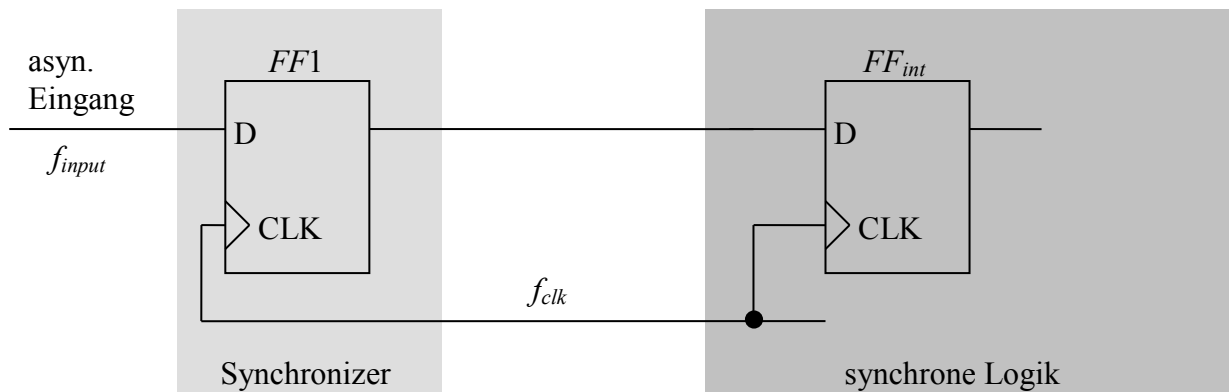
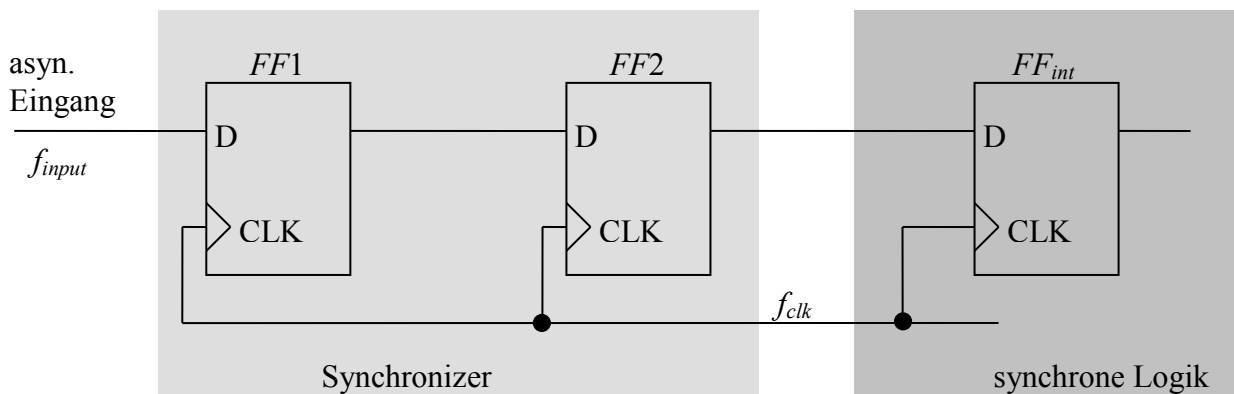

Abbildung 2.1
Abbildung 2.2
Gegeben ist der in Abbildung 2.1 dargestellte Synchronizer mit 500MHz Takt ( $f_{clk}$ ). Ein asynchrones Eingangssignal ( $f_{input}$ ) mit 93MHz liegt am Eingang von Flip-Flop  $FF1$ . Der Ausgang von  $FF1$  geht direkt an den Eingang von Flip-Flop  $FF2$ . Laut Datenblatt haben die beiden Flip-Flops folgende Parameter:
Zur Erhöhung der MTBU soll der Synchronizer zweistufig gemacht werden, indem ein weiteres Flip-Flop,  $FF2$ , mit identischen Eigenschaften zwischen den Ausgang von  $FF1$  und den Eingang von  $FF_{int}$  geschaltet wird. Damit ergibt sich die in Abbildung 2.2 dargestellte Schaltung.
- (c) Ihr Chef möchte, dass Sie  $FF2$  mit invertiertem Takt ansteuern, damit die Latenzzeit des Synchronizers vermindert wird. Er argumentiert, dass seine Lösung zwar schlechtere MTBU aufweist als die nach Abb. 2.2, aber immer noch bessere als jene nach Abb. 2.1. Ist das korrekt? Begründen Sie ihre Antwort!